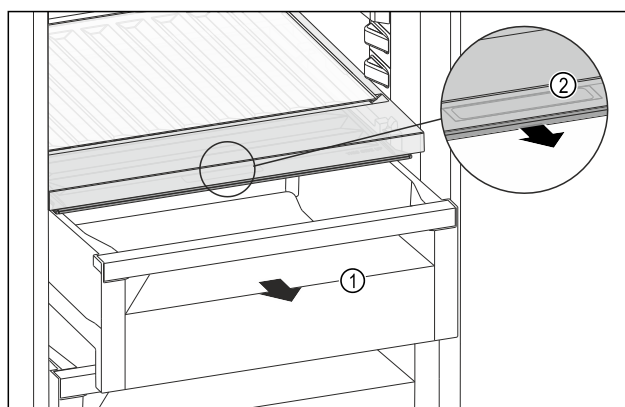

Fig. 228
- Estrarre il cassetto Fig. 228 (1).